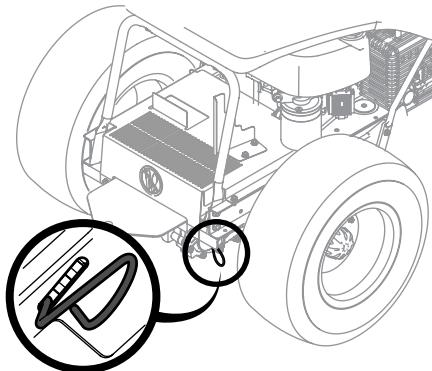

Figura 2-1
1. Acople las varillas de derivación de la transmisión para mover el tractor manualmente sin ponerlo en marcha. La varilla de derivación de la transmisión está ubicada en el interior del neumático derecho, cerca de la parte posterior del tractor. Acople la varilla de derivación tirando hacia afuera y hacia abajo. Consulte la Figura 2-1.
2. Despues de mover el tractor, desacople la varilla de derivación levantándola y dejando que se vuelva a mover hacia adentro. Consulte la Figura 2-1.